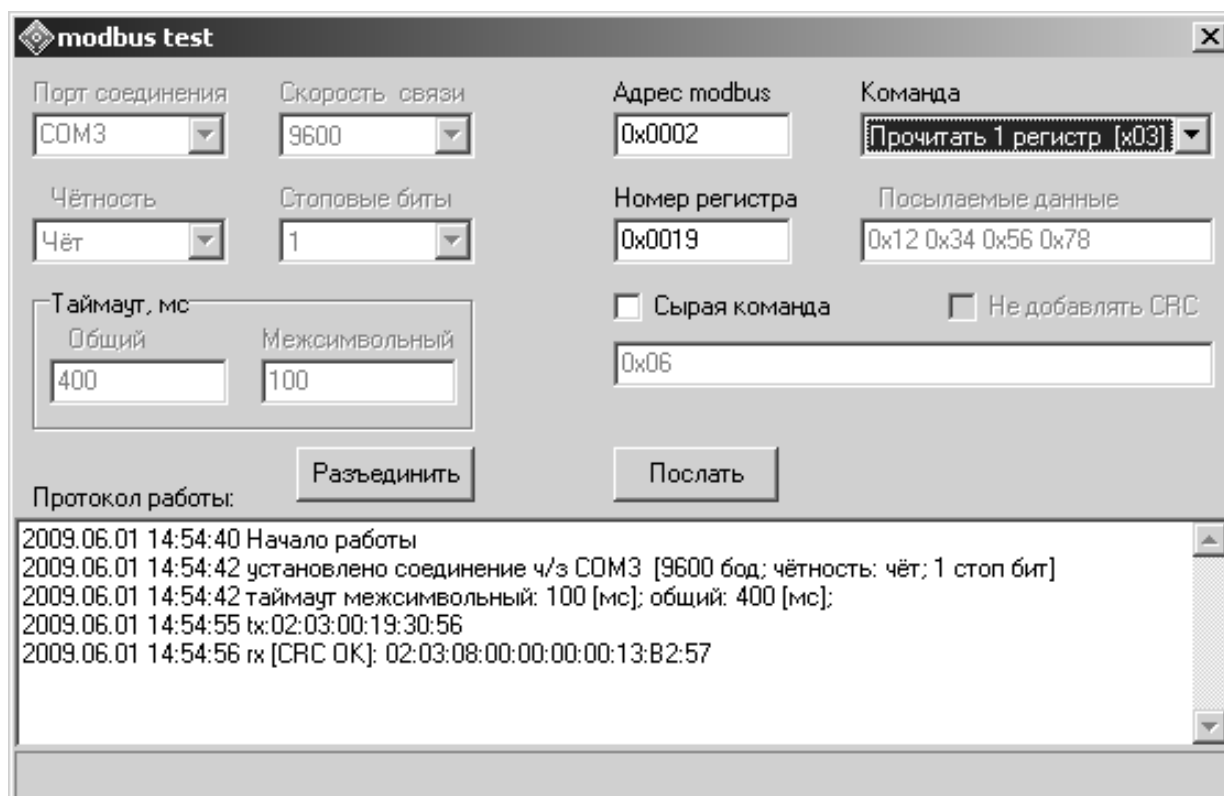

Рисунок 2 – Главное окно программы «Modbus\_test»
2.3.5 После запуска программы (mb\_test.exe) появляется главное окно программы (рисунок 2).
2.3.6.2 Группа управления информационным потоком. Включает в себя выпадающий список команд протокола modbus, и поля ввода значений modbus адреса, номера регистра, и поле ввода передаваемых данных. При выборе опции «Сырая команда» возможно передать устройству произвольную байтовую последовательность, в том числе без завершающей контрольной суммы. При этом поля ввода адреса, регистра, данных и команды становятся неактивными. Все значения вводятся в шестнадцатеричном виде с префиксом «0x» (рисунок 2).